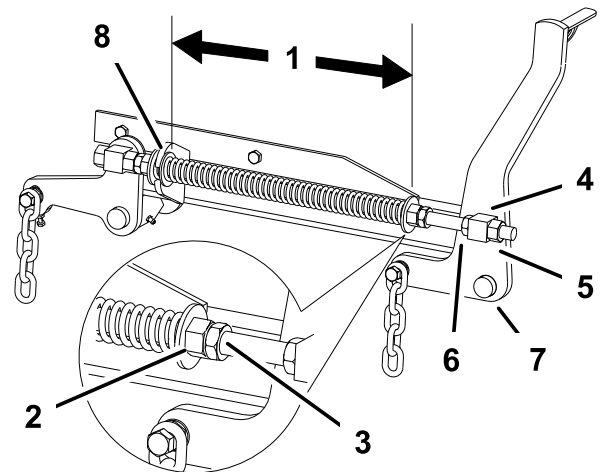

Bild 78
2. Prüfen Sie den Abstand zwischen den beiden großen Scheiben. Der Abstand muss 29,2 cm betragen (Bild 78).
3. Stellen Sie den Abstand ein. Lösen Sie die Federklemmmutter und drehen Sie die Mutter vorne an jeder Feder (Bild 78). Wenn Sie die Mutter nach rechts drehen, wird die Feder verkürzt. Wenn Sie die Feder nach links drehen, wird sie verlängert.
4. Arretieren Sie die Mutter, indem Sie die Federklemmmutter anziehen (Bild 78).